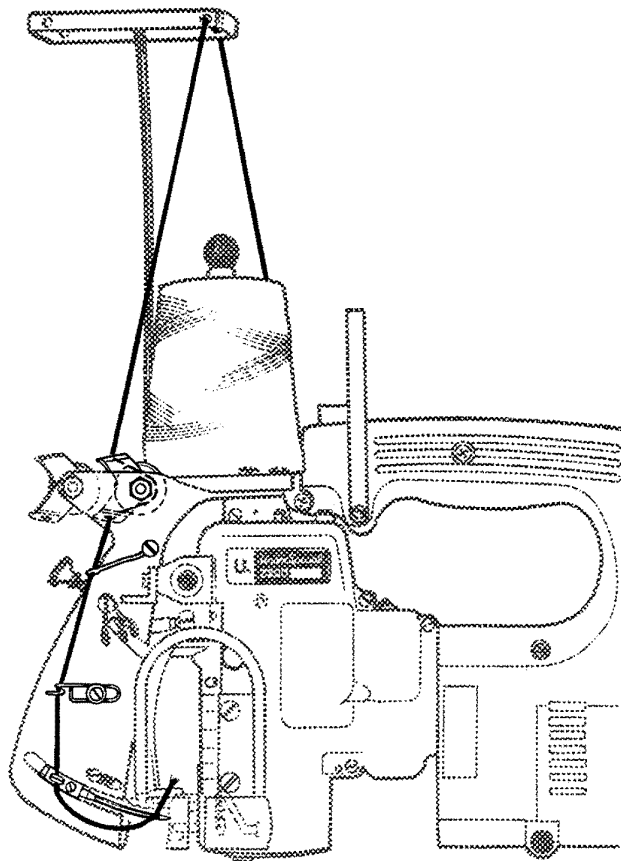

Fig.4
Prüfen Sie die Einfädelerung der Maschine. Beachten Sie die Einfädeleranleitung Fig. 4 und den Abschnitt "EINFÄDELN".
Thread the machine as shown in Fig. 4.
For threading the looper (double locked stitch machines only) open the hinged cover (A, Fig. 4) and turn motor handwheel in operating direction until the needle is in its lowest position below the throat plate. Reclose hinged cover (A) after threading.
The tension (L, Figs. 4 and 13) controls the looper thread and the tension (N) controls the needle thread. Only a slight tension should be applied on the looper thread. The tension applied on the needle thread depends upon the size of the thread and the thickness of the fabric to be sewn and has to be regulated till the machine sews and chains off perfectly.
The presser foot pressure is regulated with the knurled regulating screw (B, Fig. 4).
Fädeln Sie die Maschine wie in Fig. 4 gezeigt ein.
Zum Einfädeln des Greifers (nur bei Doppelkettenstichmaschinen) öffnen Sie die Verschußklappe (A, Fig. 4) und drehen am Motor-Handrad in Drehrichtung bis die Nadel in der tiefsten Stellung unter der Stichplatte ist.
Die Spannung (L, Fig. 4 und 13) reguliert den Greiferfaden und die Spannung (N) den Nadelfaden.
Der Drückerfußdruck wird mit der gerändelten Stellschraube (B, Fig. 4) reguliert.
Loosen the screw (D, Fig. 4) for the needle and draw out the needle. Insert the shank of the new needle as far as it will go into the needle seat and with the flat on the shank facing to the front.
Lösen Sie die Schraube (D, Fig. 4) für die Nadel und ziehen Sie die Nadel heraus. Stecken Sie den Kolben der neuen Nadel bis zum Anschlag in den Nadelsitz und so, daß die Fläche am Kolben nach vorne zeigt.